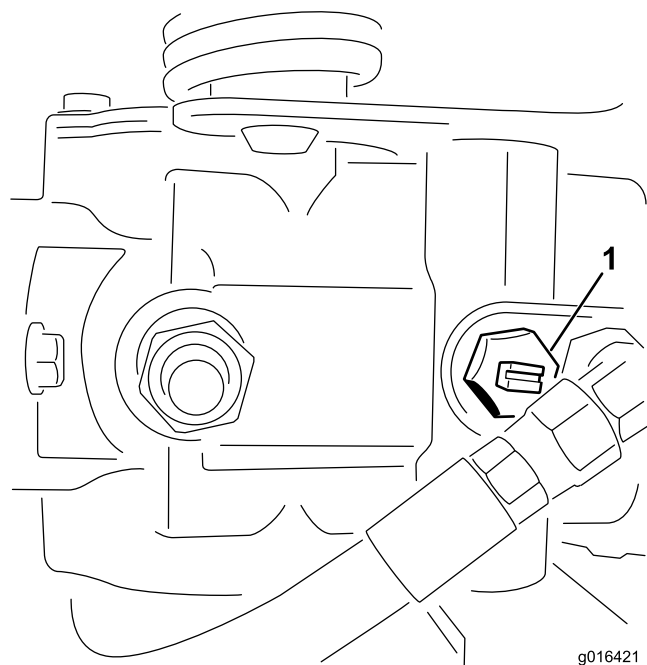

Рисунок 32
1. Найдите на насосе байпасный клапан и поверните его так, чтобы паз был вертикален (Рисунок 32).
2. Перед запуском двигателя закройте байпасный клапан, повернув его так, чтобы паз был горизонтален (Рисунок 32).